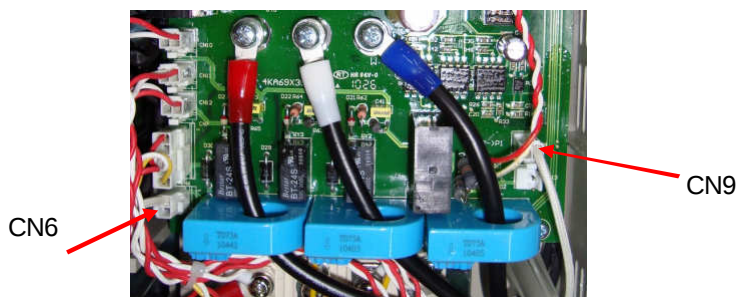

Рис.6.7
6.6.1. Отсоединить разъемы CN6 и CN9 от драйверной платы (рис.6.7).